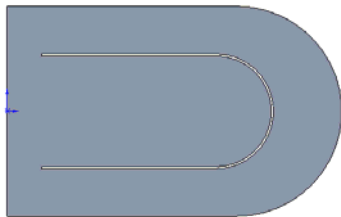

图 9-95 拉伸切除
⑥ 生成“拉伸切除”特征。在草图编辑状态下，选择菜单栏中的“插入”→“切除”→“拉伸”命令，或者单击“特征”工具栏中的“拉伸切除”图标，系统弹出“拉伸”属性管理器，在方向1的“终止条件”栏中选择“完全贯通”，如图9-95所示，单击“确定”图标.